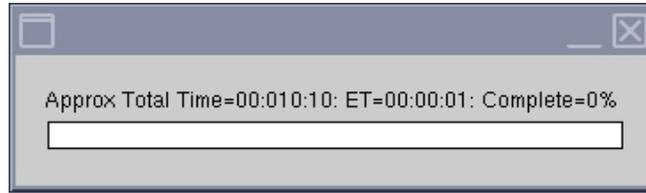

Figure 5
**Remarque :** La fenêtre d'état de l'interface graphique de l'outil OAQM est continuellement actualisée pour indiquer l'action exécutée par l'outil à tout moment. Une barre de progression (Figure 5) s'affiche pour indiquer la durée totale approximative du test, le temps écoulé et le pourcentage terminé.